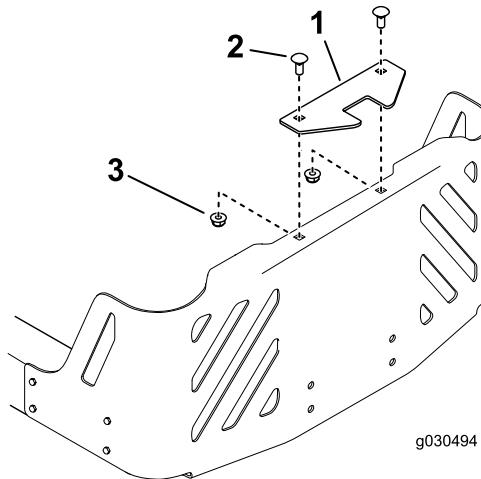

**Bild 9**
8. Befestigen Sie einen flachen Ballast an der Ballasthalterung und bewegen diese nach hinten, bündig mit der Halterung (**Bild 9**).
9. Befestigen Sie einen Kofferballast vor dem flachen Ballast (Bild 9).
10. Befestigen Sie den Ballast mit einer verkeilten Querstange an der Ballasthalterung (Bild 9). Setzen Sie die Stange ein und drehen Sie um 90 Grad nach unten, um sie zu arretieren.